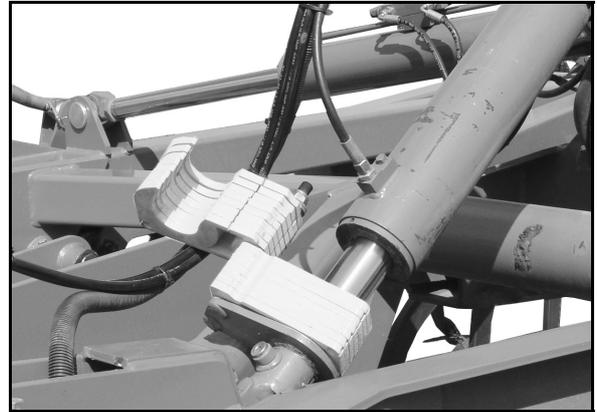

Fig. 48
- en el cilindro hidráulico del tren de rodaje (Fig. 48),